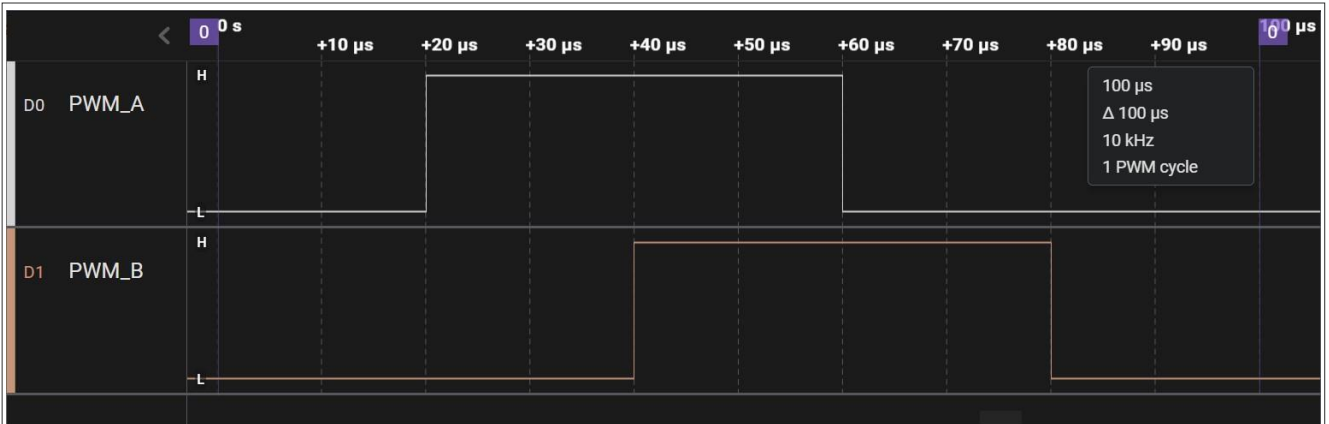

图32. 双开关PWM波形 (DBLEN = 0, SPLIT = 0)
- 使用SMOVAL3和SMOVAL5分别设置PWM_A和PWM_B的下降沿。图32显示了PWM_A源和PWM_B源。
- PWM_B的上升沿和下降沿分别设置为40和80 (范围从0到100) ，如图32所示。